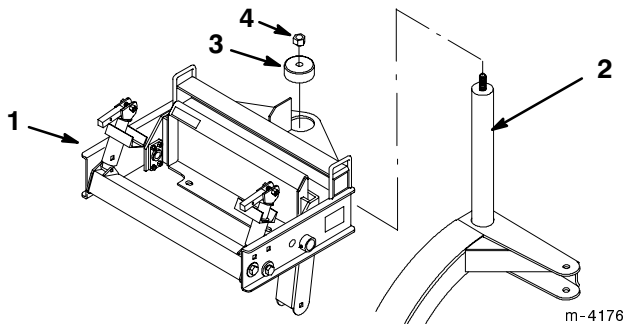

Abbildung 3
3. Den Schaft oben am Drehrahmen (Abb. 3) mit einem korrosionsbeständigen Schmierfett auf Kalzium-sulfonatbasis schmieren.
4. Den Befestigungsrahmen oben am Drehrahmen auf den Schaft schieben (Abb. 3).
5. Den Befestigungsrahmen mit einer Drehkappe und 1,9 cm (3/4") Mutter befestigen (Abb. 3).